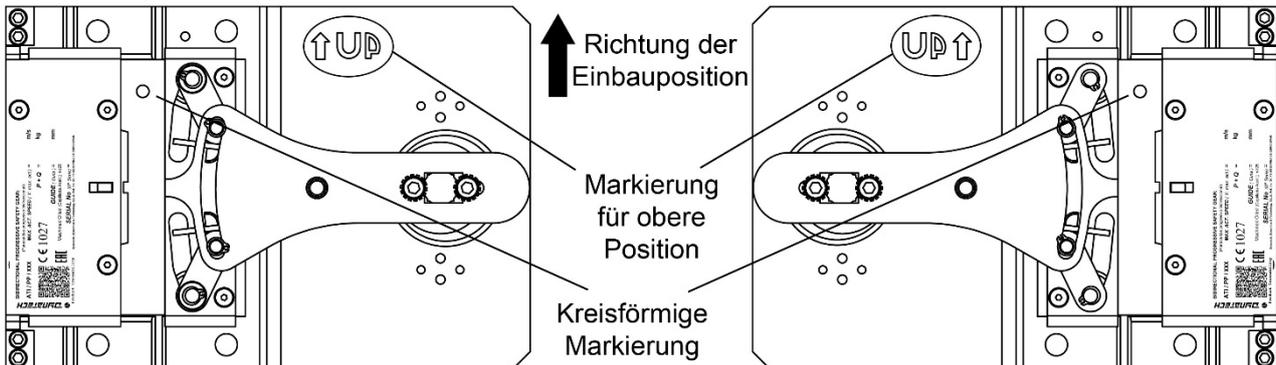

Abbildung 5: Richtung der Einbauposition
- Die Richtung der Einbauposition der Fangvorrichtungen ist in Abbildung 5 dargestellt.